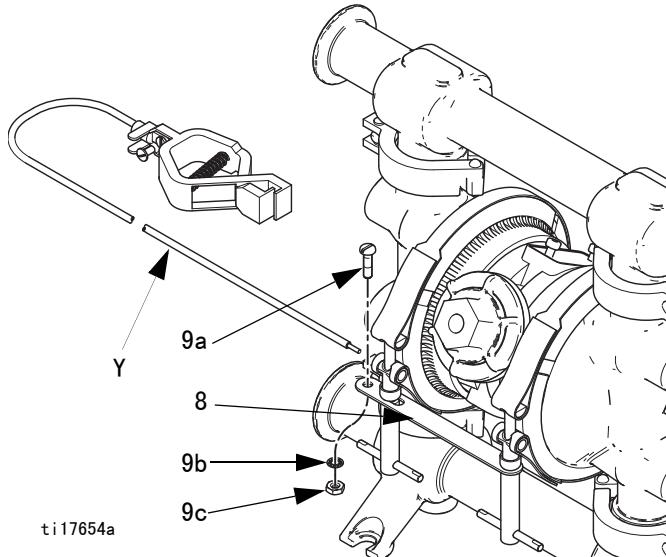

图 1：泵接地
- 泵：**如图 1 所示，按照本地规范用螺钉 (9a)、垫圈 (9b) 和螺母 (9c) 将接地线 (Y) 连接到接地线 (8)。将接地线的另一端连接到真正的大地接地点上。